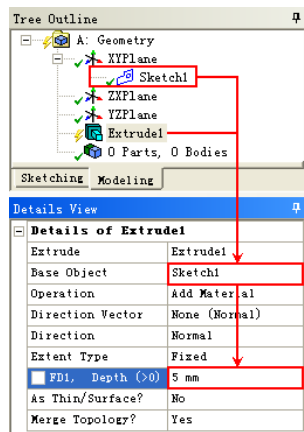

图 2-43 设置圆的拉伸值
- 步骤 01** 单击几何建模工具栏中的 **Extrude** (拉伸) 按钮，在参数列表中设置 Base Object 为 Sketch1，设置 “FD1,Depth” 为 5mm，如图 2-43 所示。